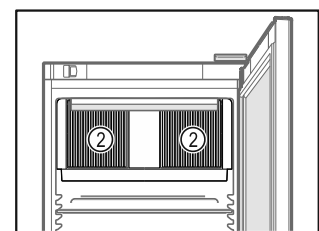

Fig. 48
- Ventilatiesleuf *Fig. 48 (2)* van de ventilator in de binnenruimte vrijhouden.